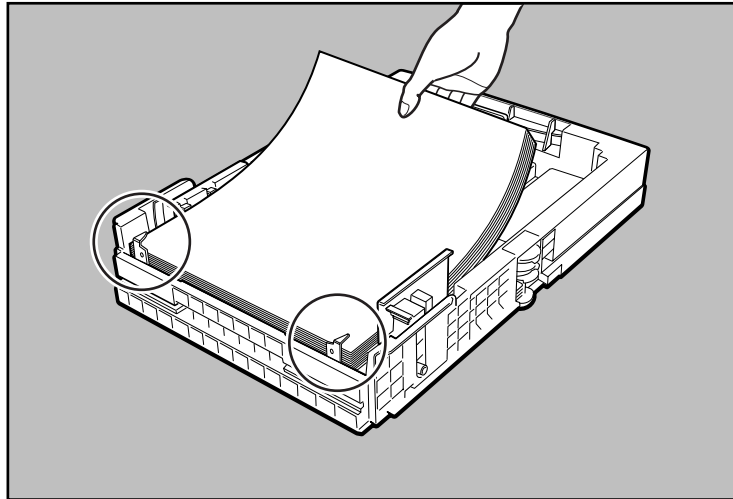

Fig. 2.20 Mettere la carta nel cassetto
5. Allineare i bordi della risma di carta e metterla nel cassetto con il lato di stampa verso l'alto, il bordo di entrata sulla parte posteriore. Per stabilire se caricare prima il supporto lungo o quello corto vedere il capitolo 5, "Supporti" (fig. 2.20).
Attenzione: Per evitare inceppamenti carta, assicurarsi che la carta entri tra le guide della carta e sotto le clip di ritenuta posteriori del cassetto (fig. 2.20).